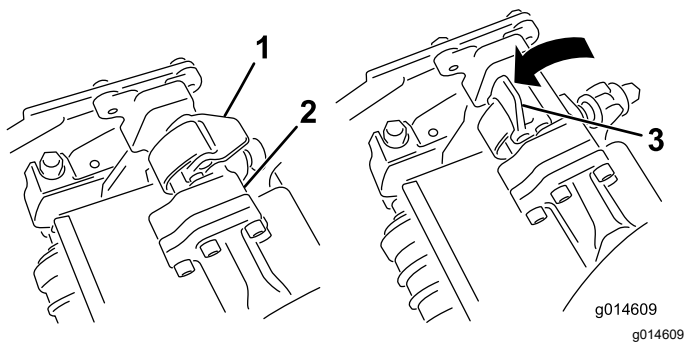
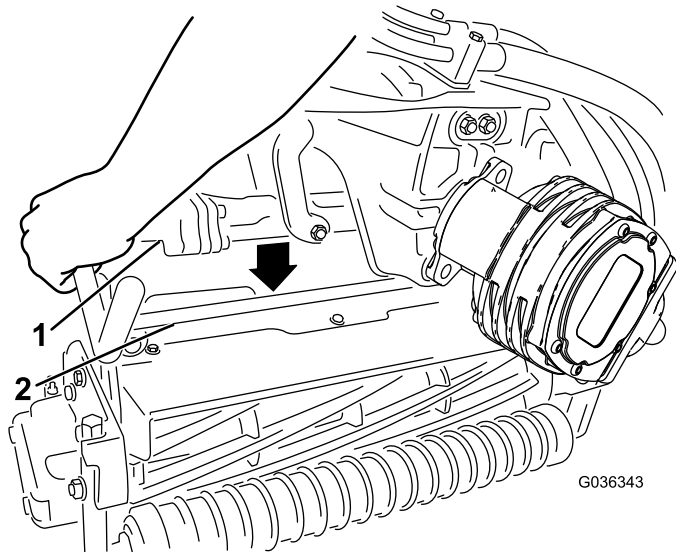

Bild 58
Bild 59
4. Die Riegel an der Aufhängearmstange müssen nach oben zeigen (d. h. offen) (Bild 58); drücken Sie den Aufhängearm dann so nach unten, dass die Stange über die Stange an der Oberseite der Schneideinheit passt (Bild 59).
5. Drücken Sie die Riegel nach unten um die Schneideinheitsstange herum und arretieren sie (**Bild 58**).
5. Öffnen Sie die Riegel an der Aufhängearmstange der Schneideinheit, die Sie entfernen möchten (Bild 58).